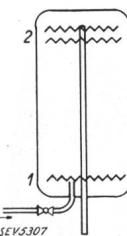

Fig. 49.
2. *Warmwasserapparate* sind verhältnismässig sehr selten anzutreffen. Es hängt das zum guten Teil mit den Tarifen zusammen. In neuester Zeit nimmt man sich jedoch auch der Warmwasserbereitung an. Eine sehr beachtenswerte Bauart der Heisswasserspeicher führte die American Gas and Electric Co. ein (Fig. 49). Der Apparat enthält zwei Heizkörper, von denen der untere mit relativ kleiner Leistung die normale Nachaufheizung be-